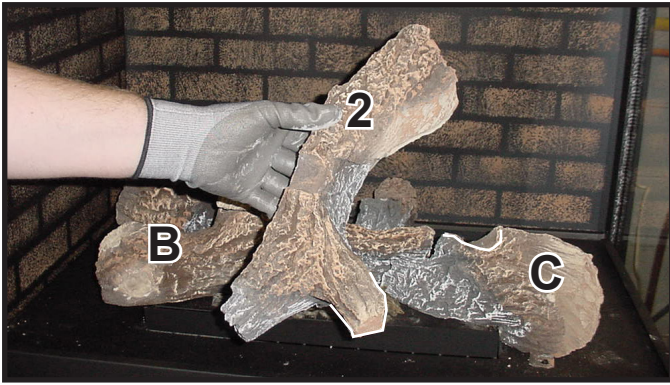
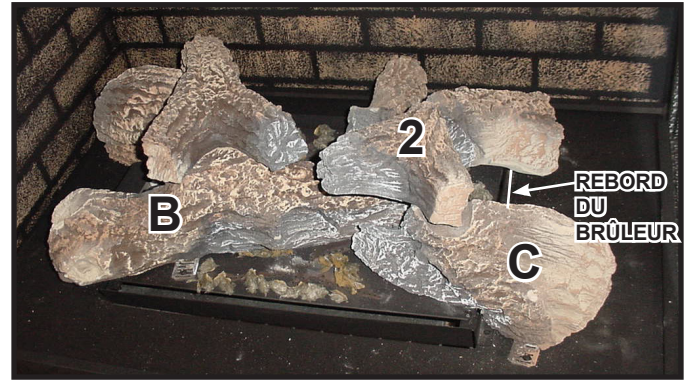

Figure 11. Pose de la bûche n° 2
Figure 12. Pose de la bûche n° 2
ÉTAPE 2. Bûche no. 2 (SRV2129-705) : Localisez la section de la bûche no. 2 qui est mise en évidence à la figure 11. Placez cette section de la bûche no. 2 sur l'indentation de la bûche C. La bûche no. 2 sera posée sur la pointe de la bûche B. Faites glisser le bas de la bûche no. 2 jusqu'au bord du brûleur, comme indiqué à la figure 12.